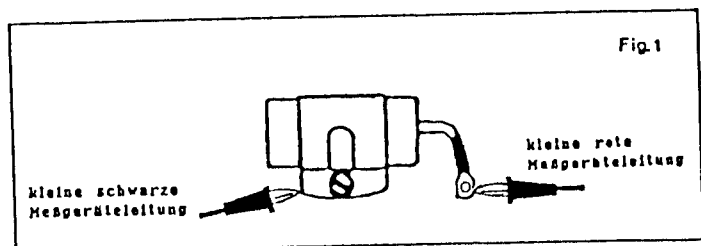

Fig.1
3. Es gibt viele Arten von Magnetschaltern, am weitesten verbreitet sind die in Fig. 1 u. 2 gezeigten Typen.
4. Um einen Magnetschalter nach Fig. 1 zu testen, wird die schwarze Prüfklemme mit dem Fuß und die rote Prüfklemme mit der kleinen Anschlußschraube des Magnetschalters verbunden.
### Test auf Masseschluß (Fig. 1) :